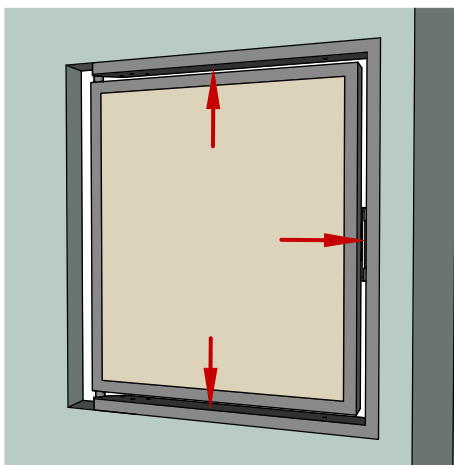

Рис. 8
1) Прижмите люк вплотную к проёму сверху, внизу и со стороны замка (Рис.8).